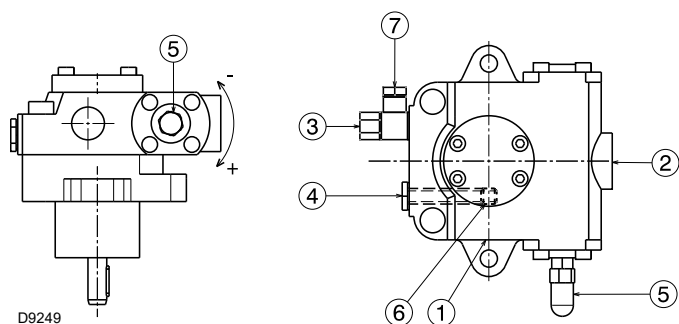

Fig. 23
Acestea sunt instalate pe arzător cu by-pass-ul închis cu ajutorul șurubului 6)(Fig. 23 la pag. 27).
- Pentru ca pompa (Fig. 23) să se aprindă automat, este esențial să slăbiți șurubul 4) pompei pentru a evacua aerul conținut în conducta de aspirație.
Legendă (Fig. 23)
Operațiunea de mai sus este posibilă deoarece pompa pleacă din fabrică plină de combustibil. Dacă pompa a fost vidanțată, umpleți-o cu combustibil de la capacul manometrului de vid 4)(Fig. 23 la pag. 27) înainte de a o porni, altfel se va bloca.